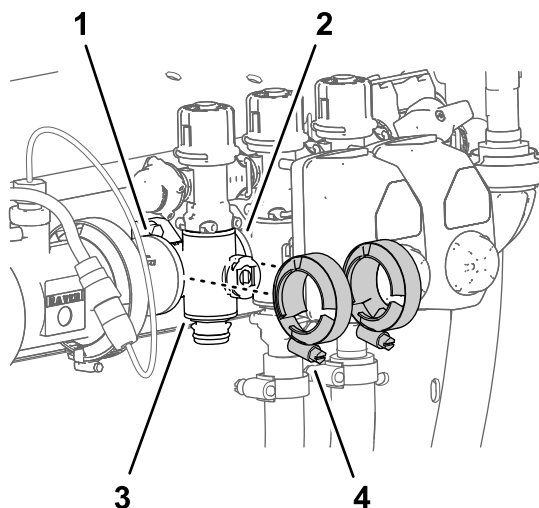

Bild 134
4. Befestigen Sie die Flanschklappen, die Sie in Entfernen des Abschnittventilverteilers \(Seite 90\) entfernt haben, lose an den Flanschen des Abschnittventilverteilers und an den Flanschen der anderen Abschnittventile und/oder am Kuppungsadapter (Bild 134).
7. Ziehen Sie die zwei Flanschklemmen mit der Hand an (Bild 134).